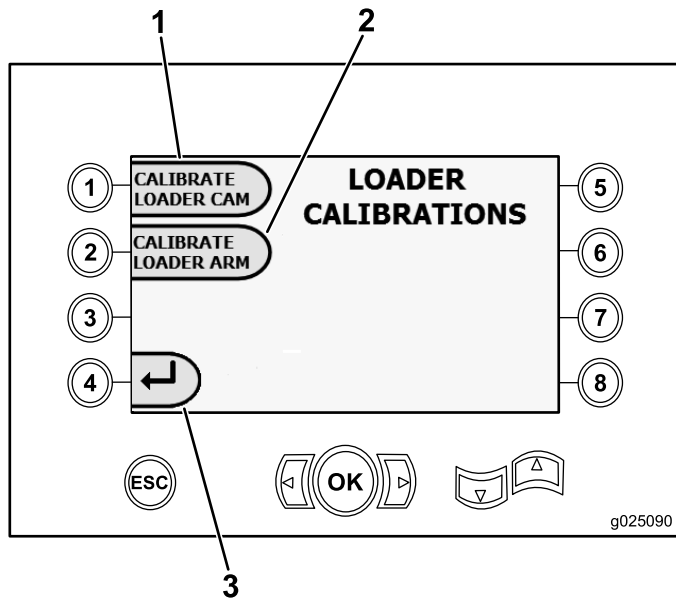

Figura 29
- Pulse el botón 1 para calibrar la leva del carga (Figura 29).
- Pulse el botón 2 para calibrar el brazo de carga (Figura 29).